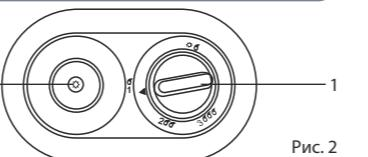

Рис. 2
Панель управления (рис. 2)
- Нажмите и плавно поверните ручку регулировки газа на панели управления в положение (1σ) (рисунок 2). Продолжайте удерживать в нажатом положении ручку регулировки газа в течение 20-30 секунд. Одновременно несколько раз нажмите кнопку пьезоподжига, до тех пор, пока не загорится запальная горелка. Каждый раз, как Вы нажимаете на кнопку пьезоподжига, Вы можете слышать громкий щелчок и видеть искру на электроде пьезоподжига. Продолжайте удерживать ручку регулировки газа в нажатом положении в течение 10-15 секунд с момента зажигания факела запальной горелки для активации датчика наличия пламени.